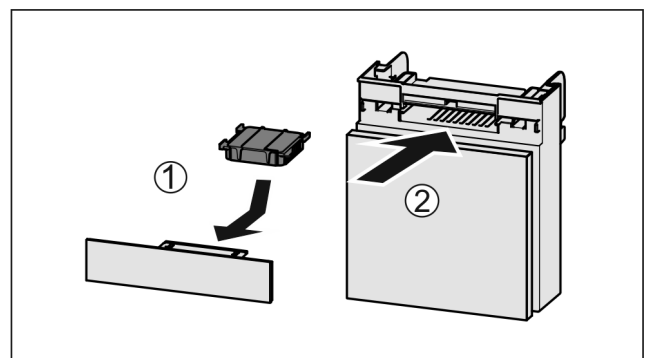

Fig. 63
- ▶ Insérer le filtre à charbon actif d'après le schéma Fig. 63 (1).
- ▶ Insérer le compartiment Fig. 63 (2).